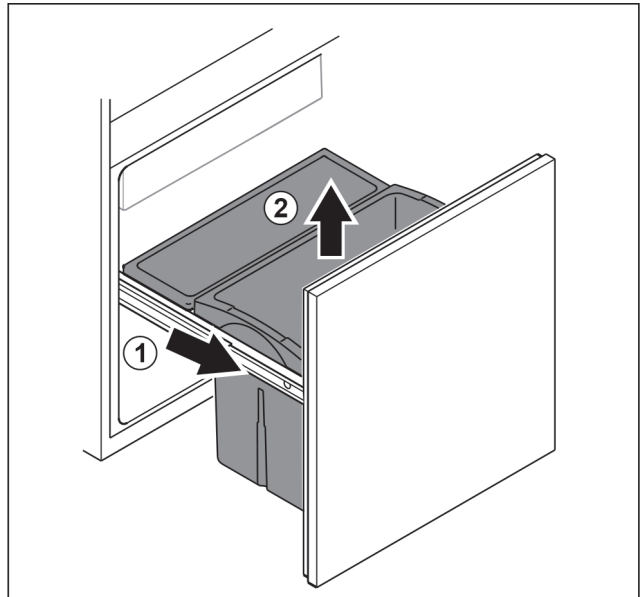

Fig. 37
- ▶ Вытяните выдвижную тележку до упора. Fig. 37 (1)
- ▶ Извлеките выдвижной ящик движением вверх. Fig. 37 (2)